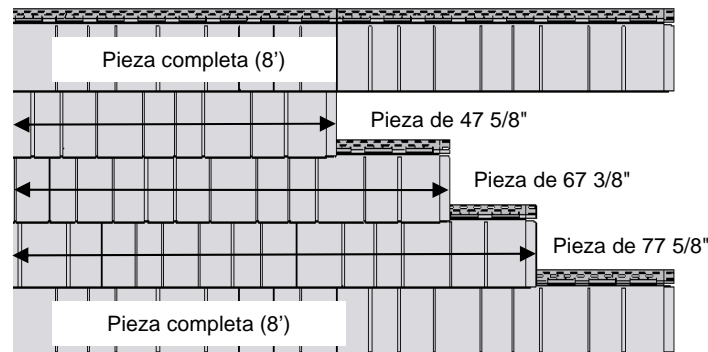

Figura 5
8. Para la segunda hilera de paneles de 8 pies y para las hileras subsiguientes, siempre que sea posible, los iniciadores deben instalarse a estas longitudes después de iniciar con una pieza completa (8'). Esto minimizará la alineación de las llaves del panel. Ver figura 5: